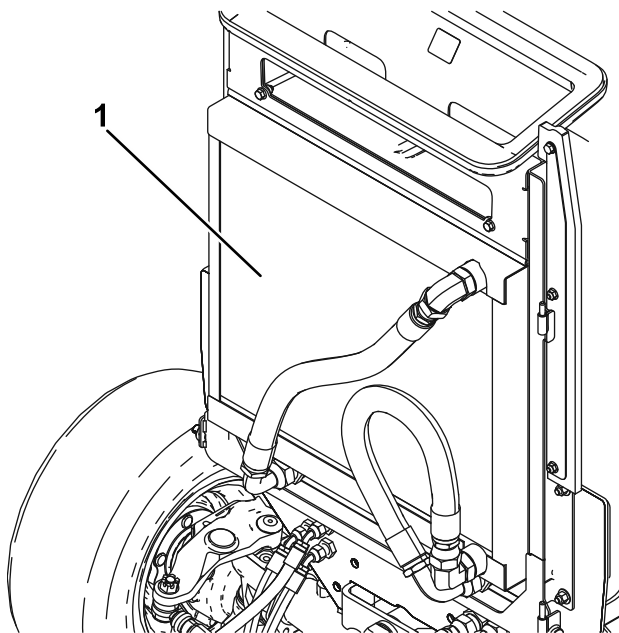

Figura 100
4. Limpie a fondo ambos lados de la zona del enfriador de aceite/radiador (Figura 100) con aire comprimido. Empezando en la parte delantera, soplo los residuos hacia la parte trasera. Luego, limpie desde atrás, soplando los residuos hacia adelante. Repita el procedimiento varias veces hasta eliminar todos los residuos.